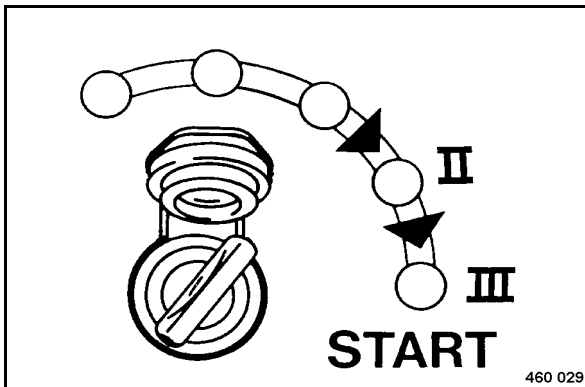

Fig. 59
- Tourner la clé de contact (Fig. 59) de la position "II" sur position "III" ; le démarreur vire le moteur.